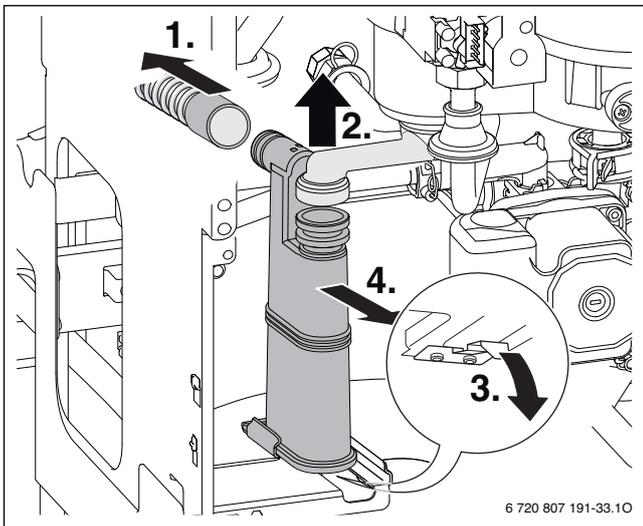

Bild 111
- ▶ Kondensatsiphon ausbauen (→ Bild 111) und geeignetes Gefäß unterstellen.